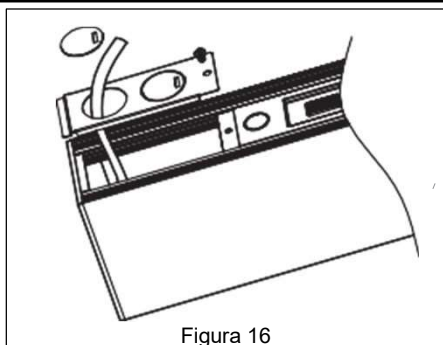

Figura 16
- Presiona el orificio ciego en la tapa, luego desenrosca la tapa, guía los cables para conectarse. Realiza las conexiones de cableado de acuerdo con el **Diagrama de Cableado**, luego reinstala la tapa. **Ver Figura 16.**